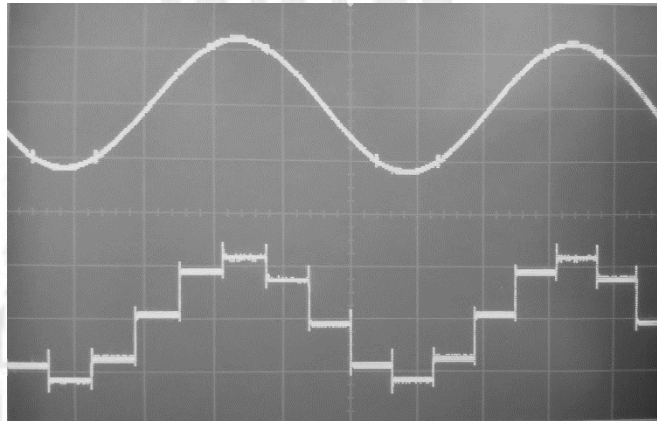

Figura 3.4 Comparación entre TP14 y TP17.
5. Registrar en la hoja de observaciones y resultados todo lo observado, compara con la figura 3.4 y dar una explicación al respecto.